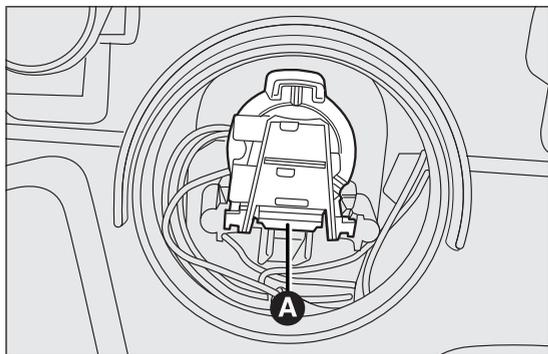

fig. 113
- premere sul dispositivo di bloccaggio A fig. 113 ed estrarre il portalamпада;